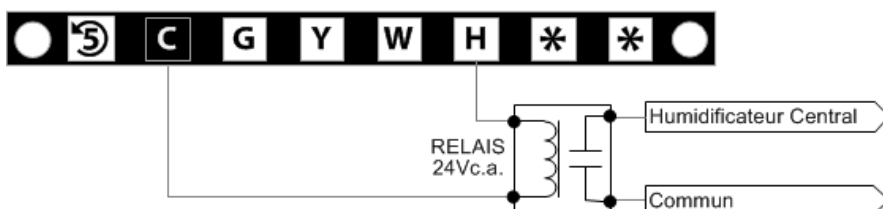

Figure 18 - Branchement à un humidificateur à contacts nets requérant l’usage d’un relais.
- **Équipement commandé par relais.** Dans le cas où un appareil doit être commandé par contacts nets – comme c’est souvent le cas pour les humidificateurs – il faut ajouter un relais (non fourni) qui sera actionné par la tension de 24Vc.a. de la borne correspondante et dont les contacts « normalement ouvert » et « commun » du relais se brancheront aux bornes à contacts nets de l’appareil en question (Figure 18). **IMPORTANT:** Utilisez toujours un relais dont la bobine est munie d'un circuit suppresseur de surtensions afin d'éviter d'endommager les composants électroniques fragiles tels que les minuteries de salle de bain et le microcontrôleur. L'utilisation d'un contacteur est strictement interdite. Demandez-nous conseils en cas de doute.